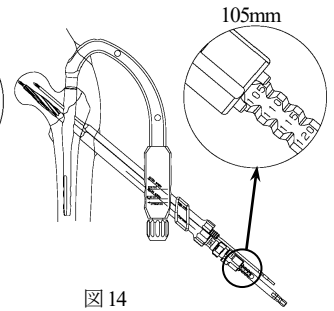

図14
- 12) スリーブ (外筒) 先端を骨面に押し当て、ターゲットデバイスのつまみにて確実に固定します。ステップリーマーのストッパーを計測長より 10mm マイナスした位置に合わせ、グリップハンドルを後端に接続し、リーミングを行います。(図14)